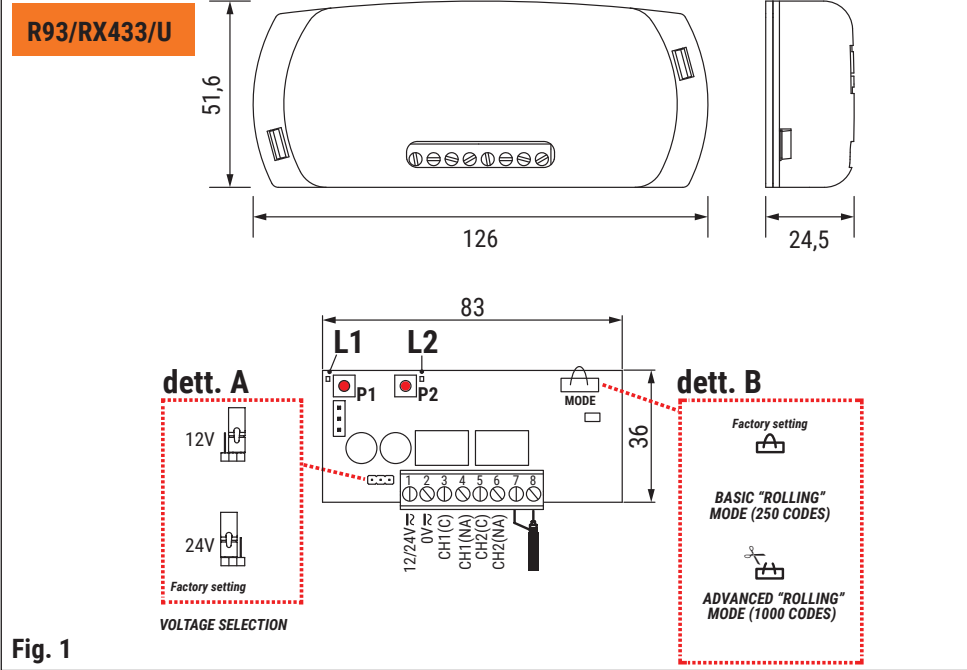

Fig. 1
1. Voor H93/RX433/I: sluit de ontvanger aan op de daarvoor bestemde connector op de besturingsunit en voorzie hem van voeding./Voor R93/RX433/U: sluit de voeding aan op klemmen 1 en 2 (fig. 1, detail A).
De basismodus voor het beheer van 'rolling code'-zenders is de fabrieksinstelling, waarbij de MODE-jumper (fig. 1) niet is doorgeknipt.